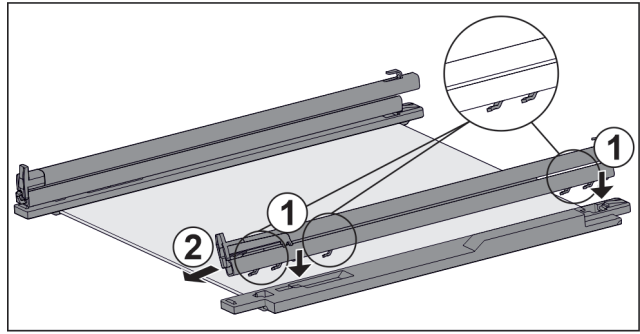

Fig. 227 Glasplatte mit Schienen und Halteteilen
- ▶ Haken der Schiene auf die Öffnungen des **linken** Halteteils setzen. Fig. 227 (1)
- ▶ Schiene nach vorne ziehen. Fig. 227 (2)
- ▶ Haken der Schiene auf die Öffnungen des **rechten** Halteteils setzen. Fig. 227 (1)